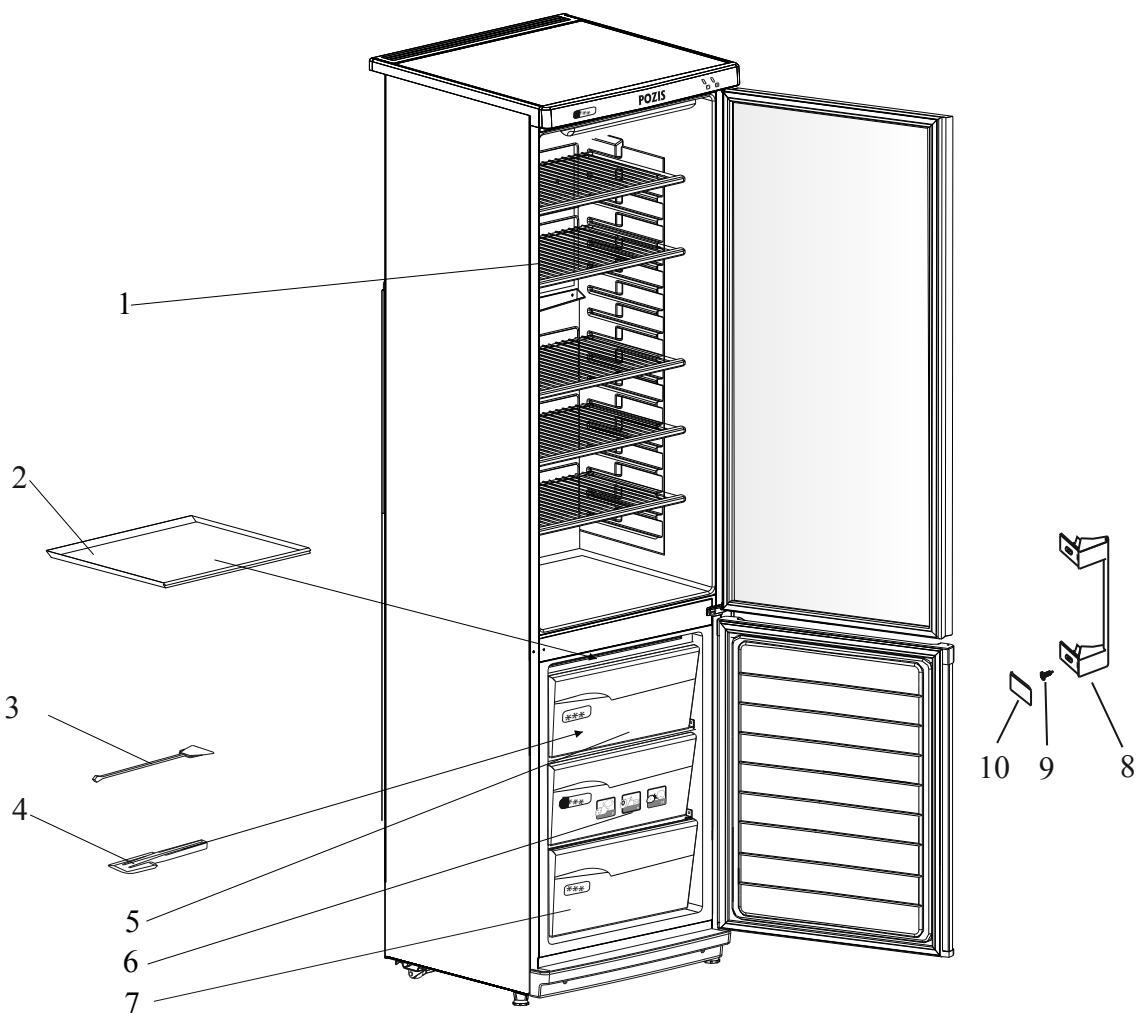

Рис.1 Расположение съемных деталей
6.5 Установите комплектующие изделия в холодильник-морозильник согласно рис.1.